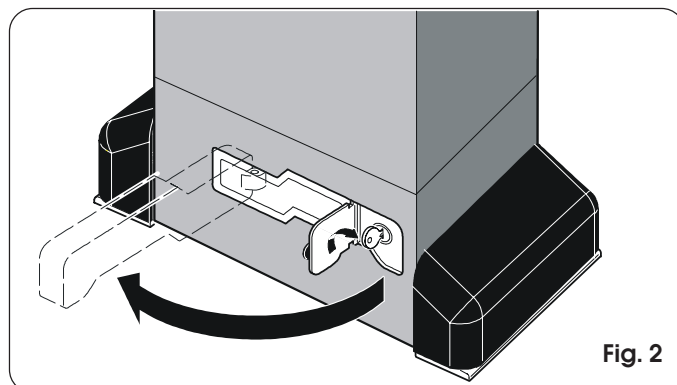

Fig. 2
- 3) Ruotare la chiave in senso orario e tirare la leva di sblocco come indicato in Fig. 2.